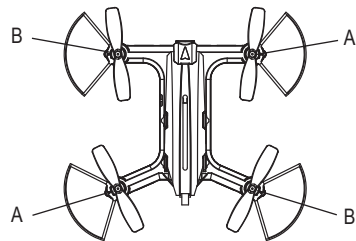

Fig. 8
- Le quadricoptère a 4 rotors, dont 2 tournant dans le sens des aiguilles d'une montre (A) et 2 tournant en sens inverse (B). Voir illustration Fig. 8.
- L'emballage d'origine contient un kit avec 4 pales de rechange, dont 2 de type (A) et 2 de type (B).